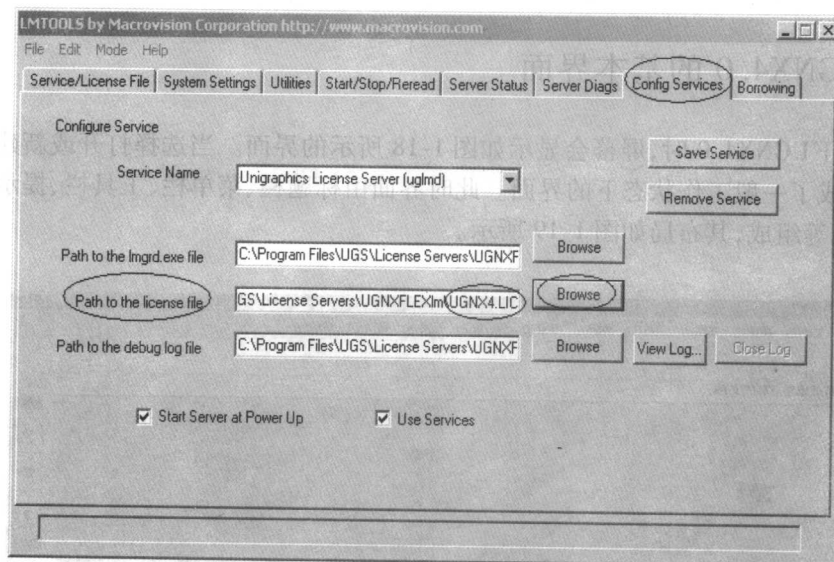

图 1-15 设置 LMTTOOLS 界面
(17) UGNX4.0 安装完毕后,要运行 lmttools. exe,启动服务程序。首先复制硬盘中的 ugnx4. lic 到 C:\Program Files\UGS\License Servers\UGNXFLEXlm 里。
(18) 然后打开【开始】→【程序】→【NX 许可】→【LMTTOOLS】,设置 LMTTOOLS,在图 1-15 显示的界面中点击“config services”,再点击“path to the license file”右边的“Browse”,找到刚才复制到 C:\Program Files\UGS\License Servers\UGNXFLEXlm 里的 ugnx4. lic,双击打开。